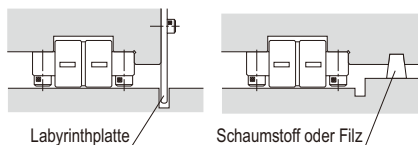

Abb. 3
- (4) Es werden zwei Strategien für den seitlich ausgerichteten Schutz vor Verunreinigungen in Abb. 3 gezeigt.